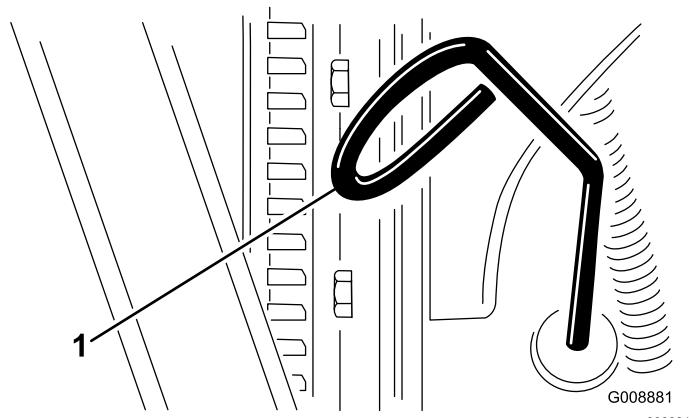

Figura 59
3. Retire la varilla, límpielala, y vuelva a colocarla (Figura 59).